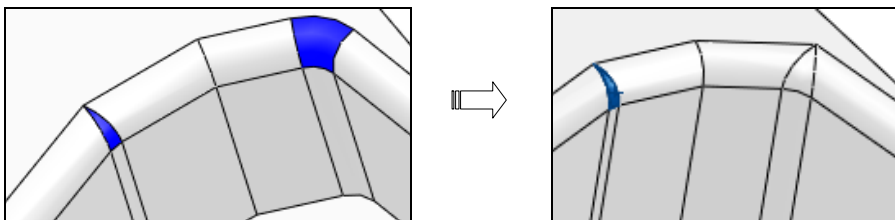

图 5-20 复制圆角后的状态
- 复制到：当完成复制目标的选取后再单击该按钮，所选取的圆角将被复制，如图 5-20 所示。